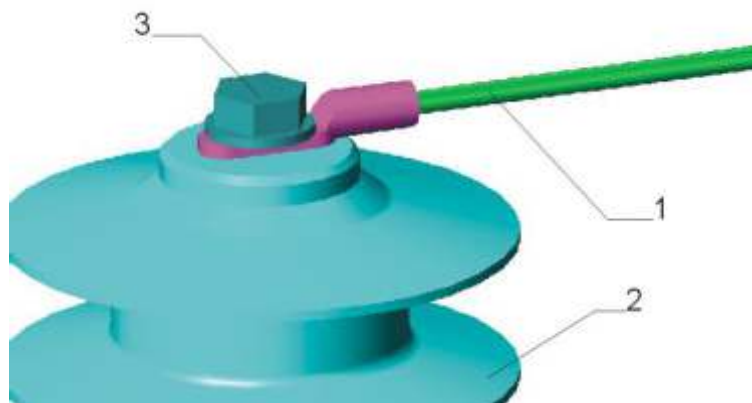

Рисунок 23
- Выполнить электрические подключения к ОПН. Длина Провода ТШАГ.745222.128 по месту. Провод ТШАГ.745222.128 (поз. 1, Рис. 23) прикрепляется к ОПН (поз. 2) с помощью болта М10х20 (поз. 3), а перед присоединением к ВЛ с помощью ответвительных зажимов SL 4.21 зачищается по месту. Момент затяжки ответвительных зажимов SL 4.21 – max 20 Нм.